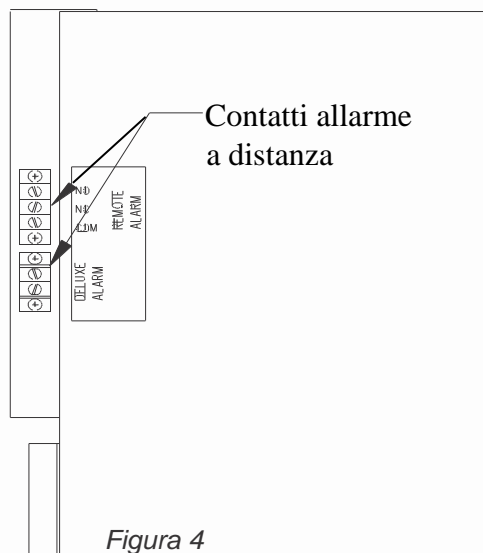

Figura 4
Tutti i contatti sono in grado di commutare fino a 24 volt CA/CC @ 2 amp. I contatti comune (C) e normalmente chiuso (NC) si aprono durante un allarme. I contatti comune (C) e normalmente aperto (NO) si chiudono durante un allarme. Il contatti per l'allarme a distanza Deluxe sono normalmente chiusi e si aprono in caso di allarme. La Figura 4 indica la posizione dei contatti dell'allarme a distanza Deluxe.